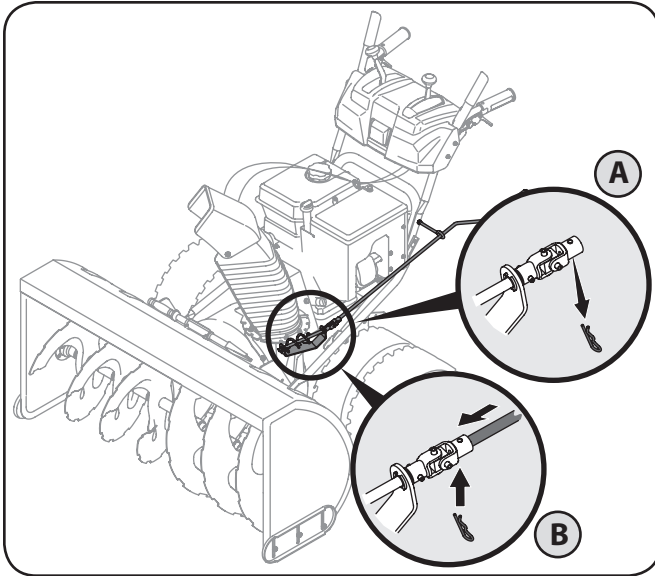

Figura 3-16
1. Retire el broche de horquilla del control espiral como se muestra en la Figura 3-16.
2. Inserte la varilla de control direccional del canal dentro del accesorio sobre el control espiral como se ve en la Figura 3-16.